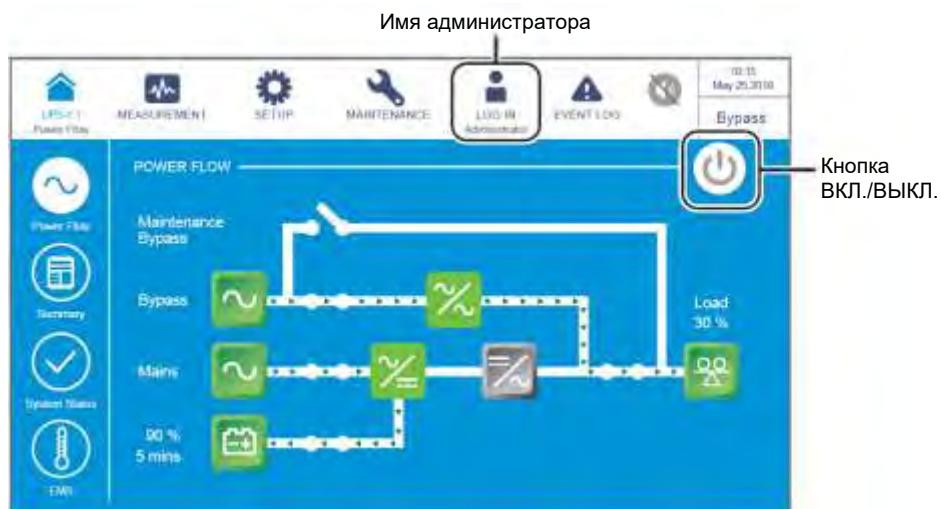

Рисунок 6-23: Главный экран: положение кнопок имени администратора и ВКЛ. / ВЫКЛ
- 7 Войдите в систему как **Администратор**. Для получения пароля **Администратора** свяжитесь с обслуживающим персоналом. После входа в систему убедитесь, что вход произошел под именем **Администратора** (см. *Рисунок 6-23*).